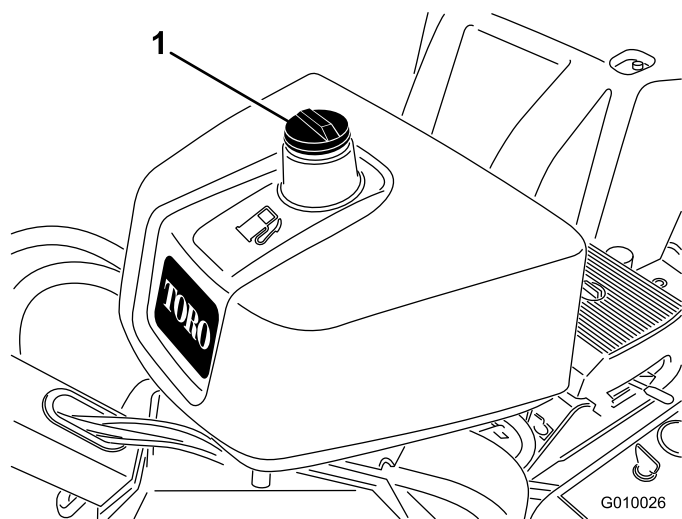

Figura 16
2. Pulite l'area intorno al tappo del serbatoio del carburante e togliete il tappo (Figura 16).